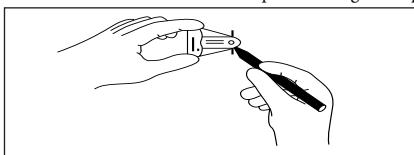

FIGURA 8
- e) Quando o íman do MAGNA-FINDER™ se encontrar em posição perpendicular à base do MAGNA-FINDER™, assinale o tecido com um marcador cirúrgico nas duas ranhuras na base do MAGNA-FINDER™. A linha entre estas duas marcas indica a localização de um plano, conforme mostrado na Figura 8. O MAGNA-SITE™ encontrar-se-á num ponto ao longo deste plano.